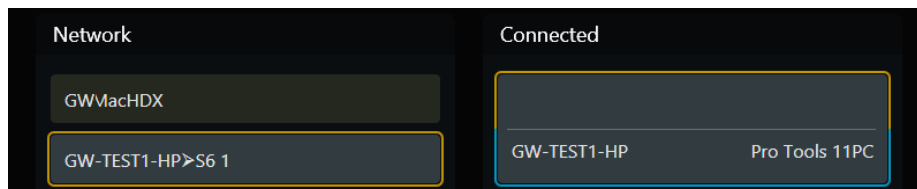

图 9 连接的工作站
- 在图 9 中，已连接列表中的工作站会被选择和关注，且 Pro Tools 是焦点应用程序。